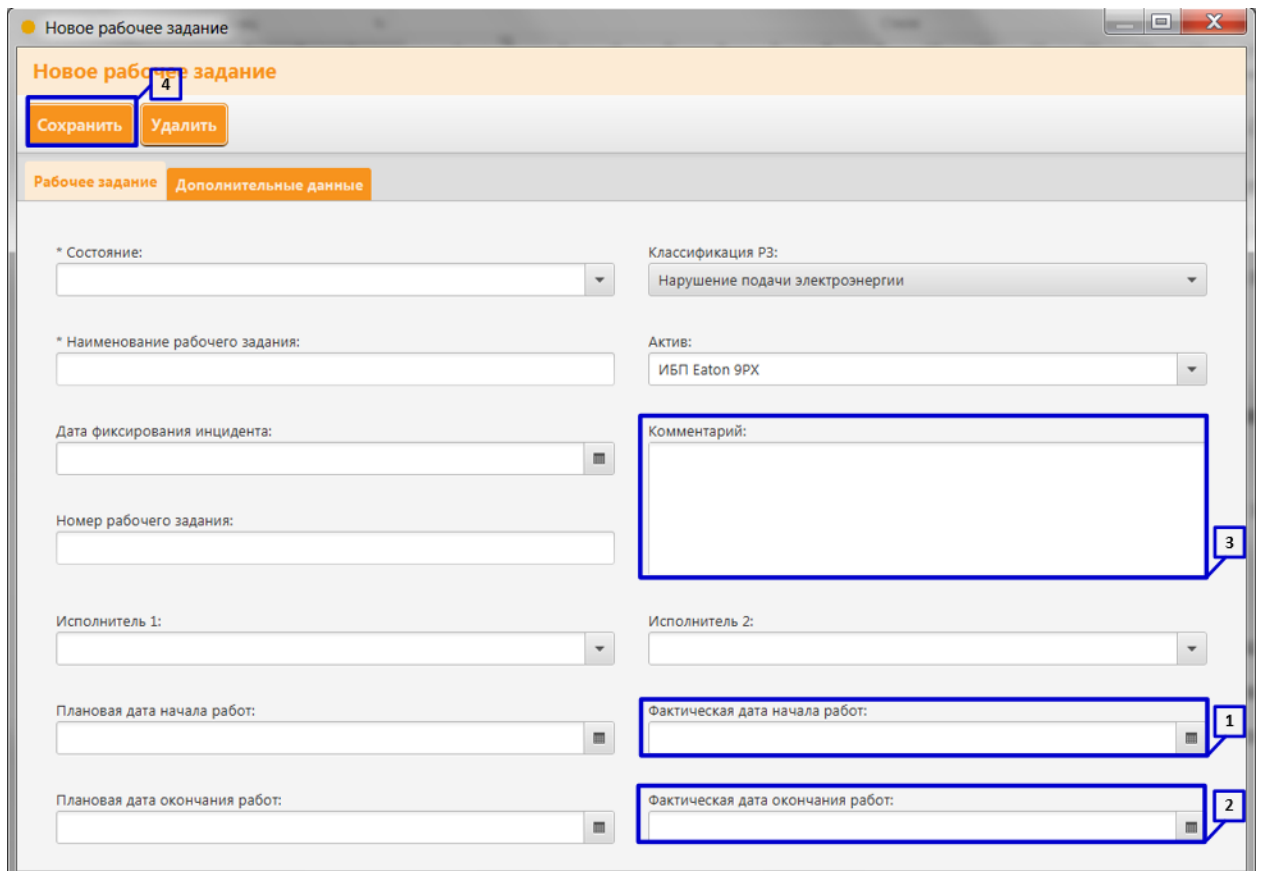

Рисунок 38. Создание рабочего задания в карточке актива (Часть 4)
12. В строке «Фактическая дата начала работ» введите дату, когда были начаты работ по техническому обслуживанию и ремонту актива (**Рисунок 38 пункт 1**);
13. В строке «Фактическая дата окончания работ» введите дату, когда завершены работ по техническому обслуживанию и ремонту актива (**Рисунок 38 пункт 2**);
14. В строке «Комментарий» введите дополнительную информацию о рабочем задании (**Рисунок 38 пункт 3**);
15. Сохраните внесенные данные, нажав на клавишу «Сохранить» (**Рисунок 38 пункт 4**);